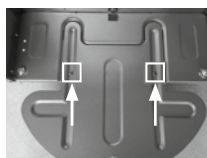

abb. 2
- Öffnen Sie die untere Platte und befestigen Sie die untere Platte mit zwei Schrauben; siehe Abb. 2.